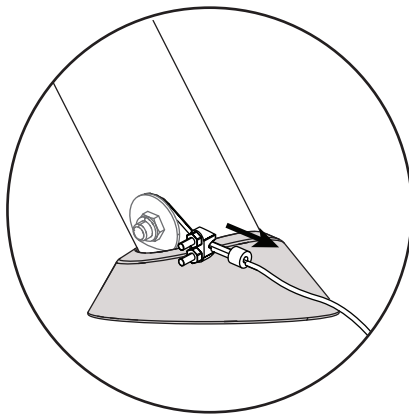
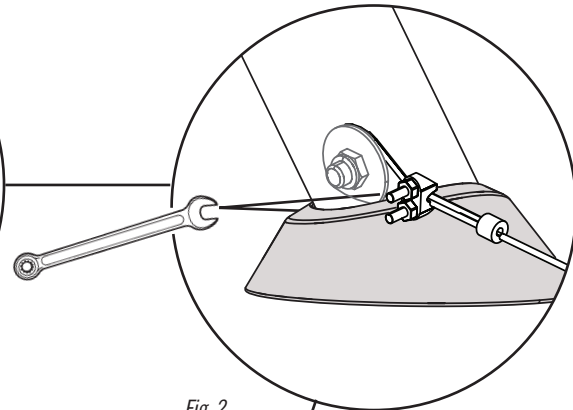
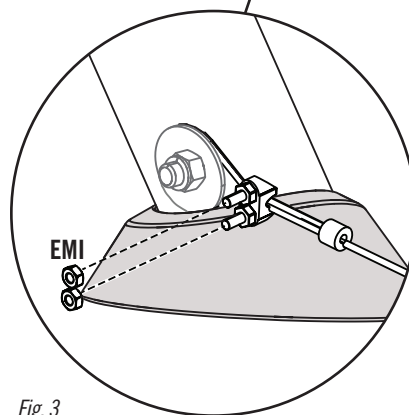

Fig. 1
Fig. 2
Fig. 3
- Now, remove any slack in the cable (**Fig. 1**), then tighten the nuts already on the cable as shown (**Fig. 2**). Secure two additional sets of **nuts (EMI)** (**Fig. 3, 4**) to the cable to cover any exposed threads.
- Maintenant, éliminer tout jeu du câble (**Fig. 1**), ensuite serrer bien les écrous already on le câble comme illustré (**Fig. 2**). Attacher deux jeux d'**écrous (EMI)** (**Fig. 3, 4**) supplémentaires au câble pour couvrir du filetage exposé.
- Ahora, eliminar cualquier distensión en el cable (**Fig. 1**), entonces apriete las tuercas ya están en cable como se muestra (**Fig. 2**). Sujetar dos juegos de **tuercas (EMI)** (**Fig. 3, 4**) adicionales al cable para cubrir cualquier rosca expuesta.